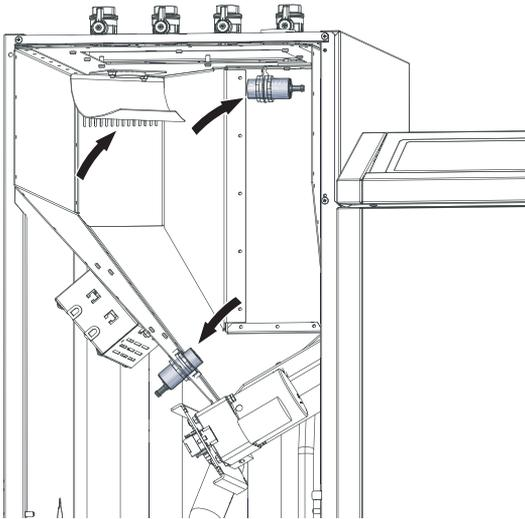

Fig. 75 Nettoyer les fentes de filtrage et le détecteur de proximité
- ▶ Enlever la poussière sur les détecteurs de proximité et les fentes de filtrage – Fig. 75.